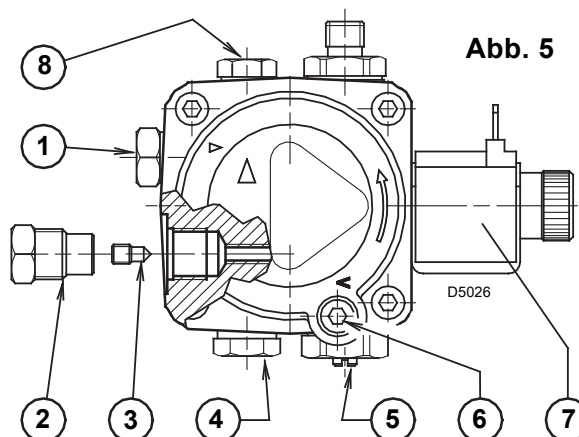
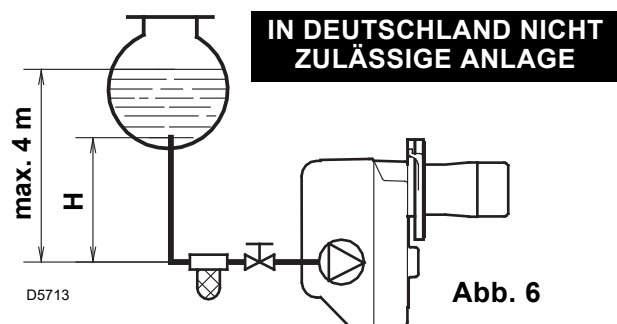

Abb. 5
Abb. 6
■ Die Pumpe ist werkseitig für den Zweirohr-Betrieb eingerichtet. Wird ein Pumpen-Einrohrbetrieb für notwendig erachtet, so ist der Rücklauf-Schlauchleitungsstopfen (2) zu lösen und die By-Pass Schraube (3) zu entfernen. Danach ist der Rücklauf-Schlauchleitungsstopfen wieder einzuschrauben. (Siehe Abb. 5).
Bei der in Abb. 6 dargestellten Anlage ist es ausreichend, wenn man den Vakuummeteranschluß (5, Abb. 5) lockert und das Austreten des Brennstoffes abwartet.